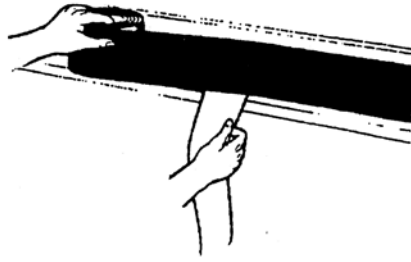

Рис. 1
2. Крепко удерживая рулон левой рукой в заданном положении на расстоянии 50-70 см от приклеенного участка, медленно отделите защитную подложку правой рукой, оттягивая ее вниз. Не допускайте отклонение пленки от заданного положения. При удалении защитной подложки без выравнивания пленки может произойти преждевременное прилипание пленки с отклонением от заданного положения (рис. 1).